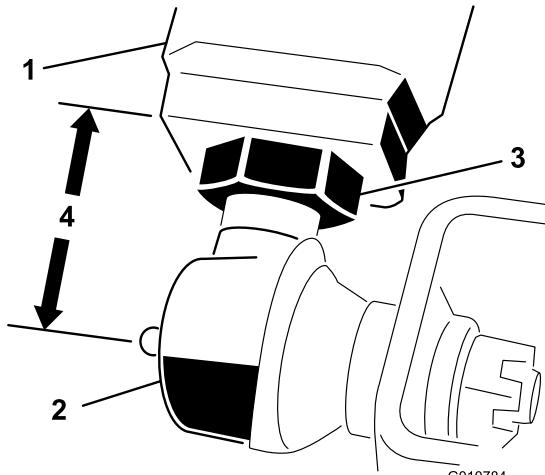

図 5
2. 各昇降アームの端部から、ボールジョイントの中心（グリスニップル）までの距離を測定する。この距離が 57mm 程度あれば適正である（図 5）。